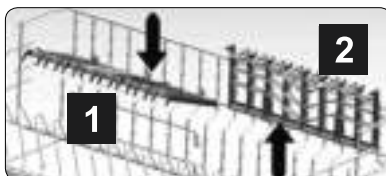

Рис. 9
- Использование полок позволяет увеличить полезный объем верхней корзины. На полки, находящиеся в открытом положении (рис. 9, иллюстрация 1), можно ставить стаканы и чашки, а бокалы и рюмки на тонкой ножке подвешивать в их вырезках. Чтобы лучше разместить маленькие кастрюли и миски, полки можно сложить (рис. 9, иллюстрация 2).